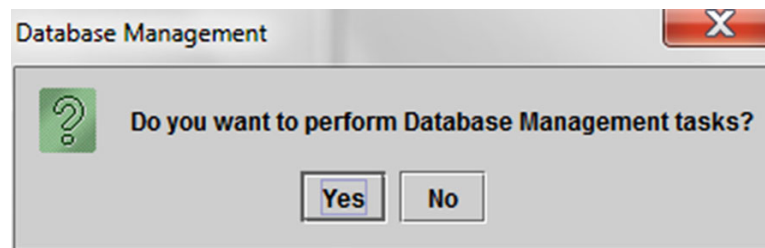
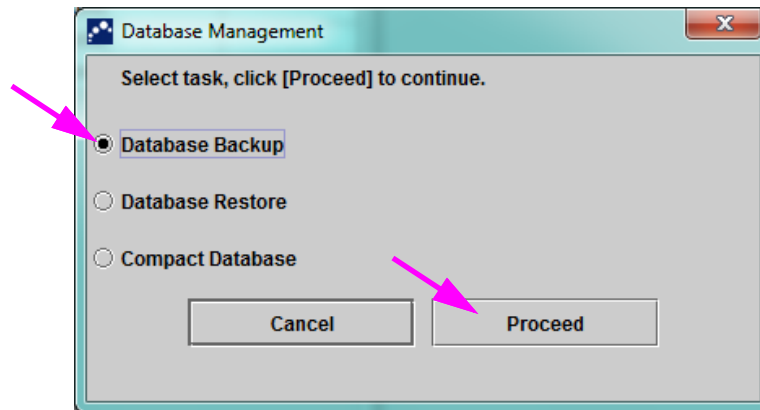

Figura 5-72. Caseta de dialog Gestionare bază de date
Figura 5-73. Fereastra Gestionare bază de date
Administratorul sistemului GeneXpert Dx specifică dacă aveți permisiunea pentru activitățile de gestionare a datelor. Consultați Secțiunea 2.13, Definirea utilizatorilor și a permisiunilor. Consultați administratorul sistemului GeneXpert Dx ca să ajusteze permisiunile pentru a vă îndeplini cerințele. Dacă sunt activate **Mementouri pentru gestionarea bazei de date (Database Management Reminders)**, utilizatorul este notificat la pornire dacă trebuie să efectueze gestionarea bazei de date. Mesajul apare numai dacă utilizatorul are privilegiile necesare pentru a efectua aceste activități. Dacă utilizatorul nu are niciunul dintre aceste privilegii sau dacă **Mementouri pentru gestionarea bazei de date (Database Management Reminders)** sunt dezactivate, mesajul nu va fi afișat. Consultați Figura 5-72.
8. **Dacă nu doriți să efectuați activități de gestionare a bazei de date**, faceți clic pe **Nu (No)** în caseta de dialog Gestionare bază de date (Database Management) (consultați Figura 5-72) și treceți la Secțiunea 5.2.3.2, Memento arhivare depășită. **Dacă doriți să efectuați activități de gestionare a bazei de date**, faceți clic pe **Da (Yes)** în caseta de dialog Gestionare bază de date (Database Management) (consultați Figura 5-72). Apare fereastra Gestionare bază de date (Database Management). Consultați Figura 5-73.
1. Selectați **Copiere de rezervă bază de date (Database Backup)** din fereastra Gestionare bază de date (Database Management) (consultați Figura 5-73).